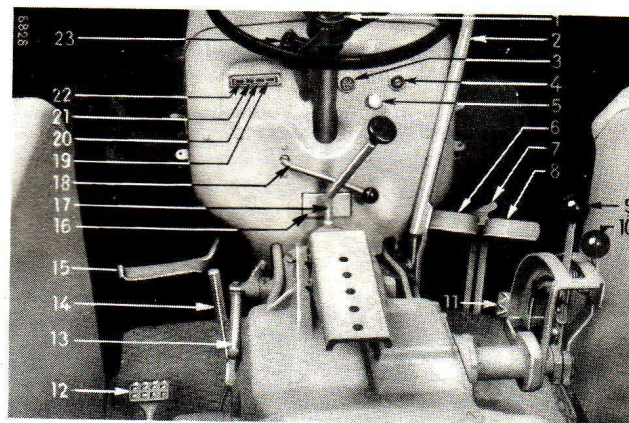

Fig. 8
Levez le levier de commande du régulateur (18) fig. 8 sur la position "pleine charge". Poussez à fond la clé de contact (4), vous allumez ainsi la lampe rouge de contrôle (19) de charge.
Lorsque le régime du moteur augmente, la lampe témoin de charge (19) fig. 8 doit s'éteindre, indiquant par là que la dynamo charge la batterie.
Dès le démarrage du moteur, la lampe-témoin verte (20) fig. 8 doit s'éteindre pour indiquer une pression d'huile suffisante.
Une fois le levier de commande du régulateur (18) fig. 8 réglé dans une position donnée, le régulateur maintient une vitesse uniforme du moteur quelles que soient les variations de charge. De plus, le tracteur est équipé d'une pédale d'accélération (11) pour faire varier la vitesse lors de l'utilisation sur route.
L'embrayage a pour but d'interrompre la liaison moteur-transmission. Pour débrayer, appuyez sur la pédale (15) fig. 8 et sélectionnez une vitesse à l'aide du levier (17).